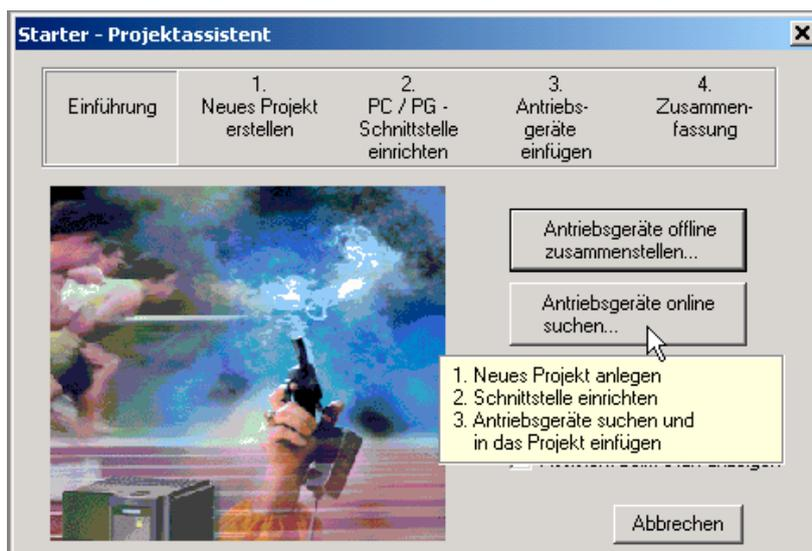

Fig. 10-44 STARTER Wizard di progetto
2. Selezionare, come mostrato nella fig. 10-44, il pulsante **Ricerca online dell'apparecchiatura di azionamento....**